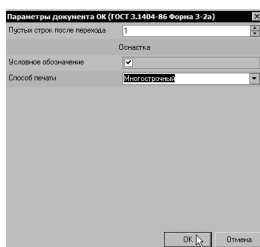

Рисунок 79
34. В открывшемся окне установите количество строк, которые необходимо оставлять пустыми после текста перехода (рис. 79). Укажите *1*, поставьте галочку в ячейке **Условное обозначение** и нажмите кнопку **ОК**.